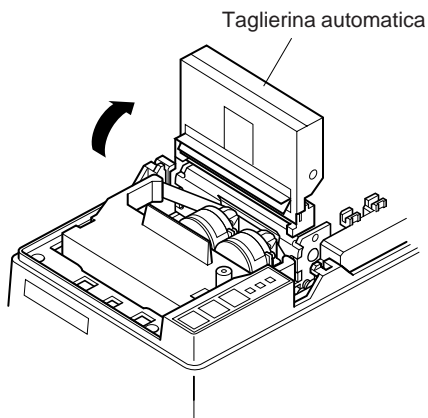

Fig. 2-9 Sollevare la taglierina automatica (SP347)
⑥ Sollevare la taglierina automatica e porla in posizione verticale, come mostrato nella Fig. 2-9.